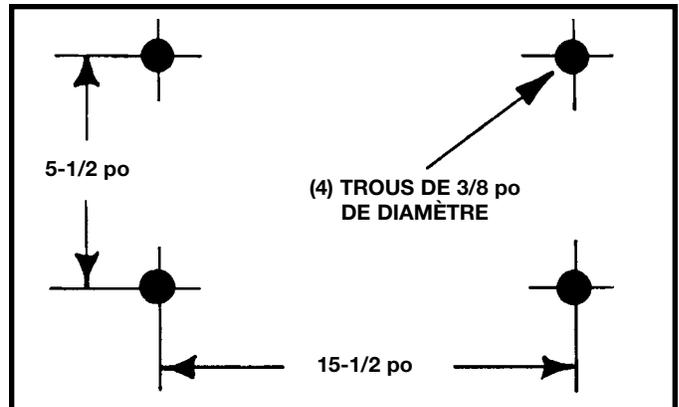

Fig. 16
2. Le schéma présenté à la figure 16, illustre la dimension des trous et les entraxes à observer pour les trous à percer dans le support ou l'établi.